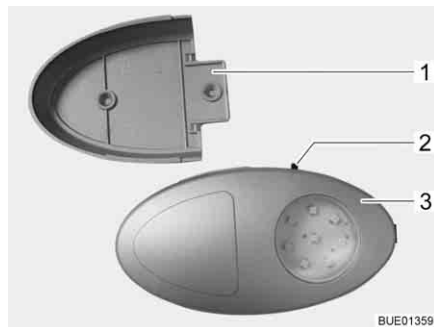

Bild 47 Klädskåpslampa
- ▷ Klädskåpslampan kan dras ut från skruvhållaren (Bild 47,1) och användas som ficklampa.
På-/av-brytaren (Bild 47,2) sitter direkt på klädskåpslampan (Bild 47,3).